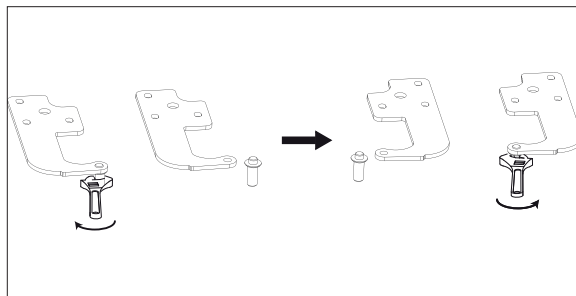

Fig. 12
- ▶ Fjern tappet for det øverste hængsel (fig. 12) med en 6" skruenøgle, og drej tappet i igen på den anden side.